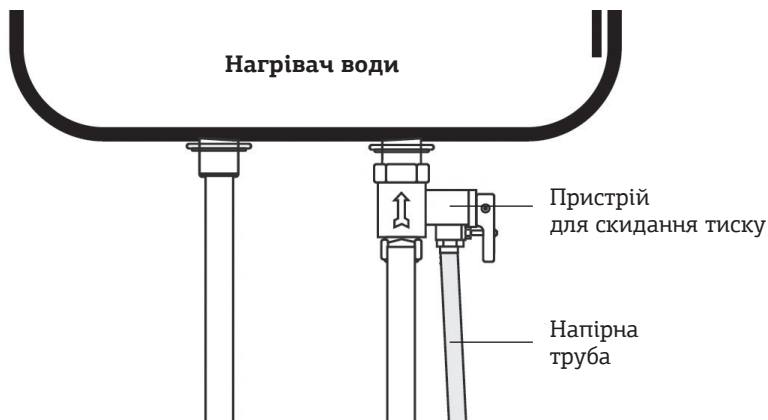

Рис. 3
2. Пристрій для скидання тиску має бути приєднаний до приладу та встановлений на вході холодної води, а напрямок встановлення має бути правильним, щоб отвір для скидання тиску був спрямований донизу (див. рис. 3). Будь ласка, зверніть увагу на те, щоб встановлені дренажні гнучкі труби запобіжного клапана були нахилені вниз у середовищі вище нуля та з'єднані з атмосферою.